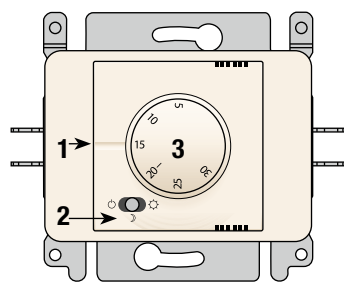

fig.3
Eléments (fig.3)
1. Valeur réglée: le trait indique la température souhaitée (Dans la fig.3 p.ex. le thermostat est réglé à 15°C).